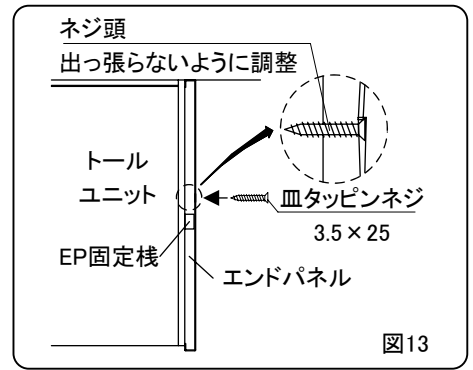

図13
- ②加工した穴にシリコンで防錆処理を施してください。
- ③加工した穴からネジ(皿タッピンネジ3.5×25)を打って、パネルの反りを矯正してください。(ネジ頭が出っ張らないように調整してください。)(P.14 図13)